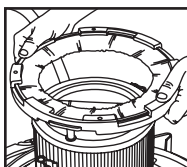

FIGURA 20
27. Quitar el cepillo limpiador de filtro. **FIGURA 20.** Quitar el sujetador del filtro y el filtro de cartucho.